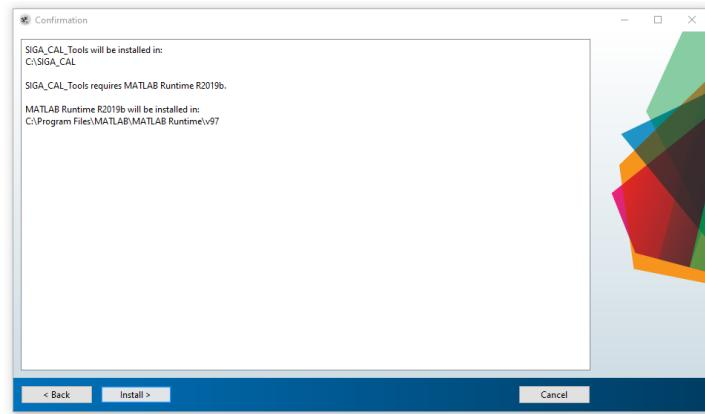

Figura 2-6 Ventana de confirmación de parámetros de instalación
- El asistente le mostrará la ventana de confirmación de la instalación (ver Figura 2-6). Revise que las rutas sean correctas. De no serlo, retorne a las ventanas anteriores haciendo clic en el botón **< Back**. Si todo está correcto, haga clic en el botón **Install >**.